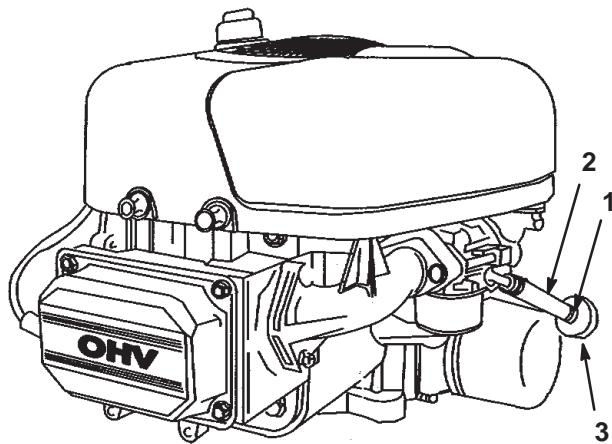

Bild 29
2. Öffnen Sie die Motorhaube und machen den Kraftstofffilter ausfindig (Bild 29).
3. Drücken Sie die Enden der Schlauchklemme zusammen und schieben sie an der Kraftstoffleitung nach oben zum Kraftstofftank (Bild 29).
4. Ziehen Sie die Kraftstoffleitung vom Filter (Bild 29) herunter und lassen das Benzin in einen Benzinkanister oder eine Auffangschale ablaufen.
Tauschen Sie den Kraftstofffilter am besten aus, wenn der Tank leer ist (Bild 29). Bringen Sie niemals einen schmutzigen Filter wieder an, nachdem Sie ihn von der Kraftstoffleitung entfernt haben.
3. Drücken Sie die Enden der Schlauchschellen zusammen und schieben sie vom Filter weg (Bild 29).